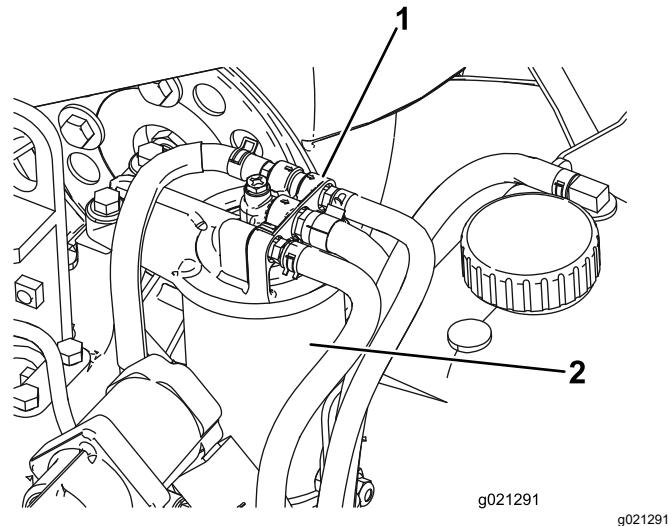

Figura 87
1. Limpie la zona alrededor de la cabeza del filtro de combustible (Figura 87).
2. Retire el filtro y límpie la superficie de montaje de la cabeza del filtro (Figura 87).